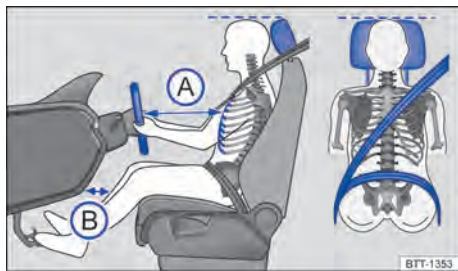

Fig. 1 Distância correta do condutor em relação ao volante, posição correta do cadarço do cinto de segurança e ajuste correto do apoio para cabeça.
- Ajustar o volante de modo que a distância → Fig. 1 (A) entre ele e o tórax tenha no mínimo 25 cm, e que o condutor possa segurar o volante pela borda externa com as duas mãos, e ter os braços ligeiramente flexionados.
- Ajustar o banco do condutor na direção longitudinal de modo que os pedais possam ser acionados com as pernas ligeiramente arqueadas e a distância (B) para o painel de instrumentos na área do joelho seja de, no mínimo, 10 cm.